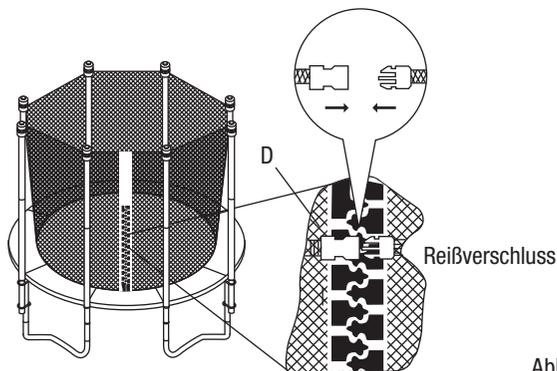

Abb. 5
Ziehen Sie den Reißverschluss des Sicherheitsnetzes (D) am Einlass zu, der zwischen zwei Stützbeinen des Trampolins liegen muss und lassen Sie dann die zwei Schnappverschlüsse einrasten. (Abb. 5) (der untere Verschluss ist nicht dargestellt).